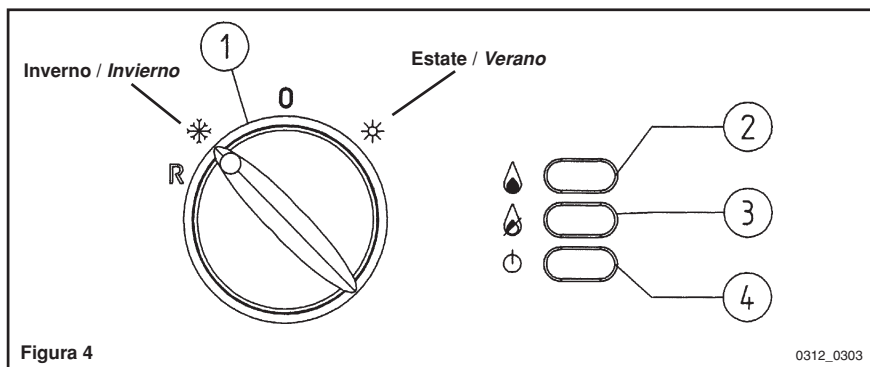

Figura 4
Si consiglia in questo caso di ripetere le operazioni di accensione, fino all'arrivo del gas al bruciatore, posizionando momentaneamente la manopola (1) in (R) (vedere anche figura 4).
*El panel de mandos de la caldera modelo **eco 1.240 Fi** no posee el pomo (6) concerniente a la regulación de la temperatura del agua sanitaria. En caso de instalación de una unidad hervidor **BAXI**, véase también las instrucciones que acompañan dicho aparato.*
*En este caso se aconseja repetir las operaciones de encendido, hasta que el gas llegue al quemador, ubicando momentáneamente el botón (1) en (R) (véase también figura 4).*